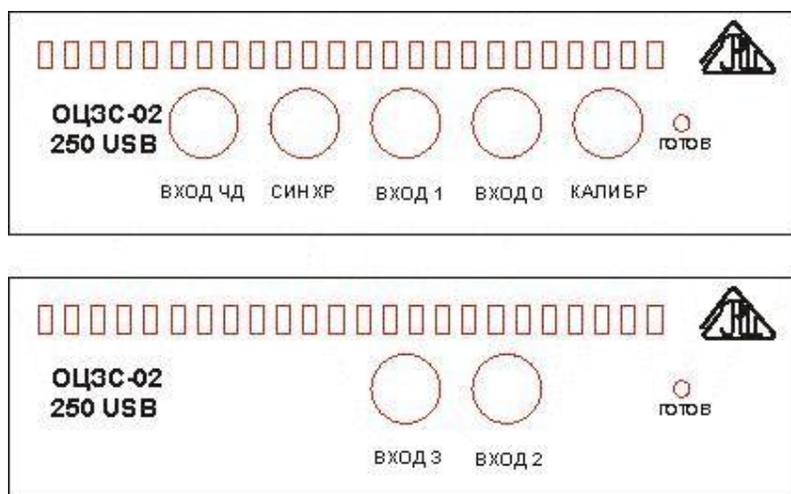

Рис. 4.1. Передняя панель прибора.
4.2.3. Для предотвращения выхода из строя устройства ОЦЗС-02(250USB)-4 на входные разъемы необходимо подавать сигналы с параметрами, указанными в таблице (Таблица 4. 1). Расположения разъемов указано на рисунке (Рис. 4.1).